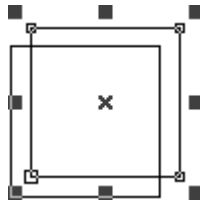

图 2-6 原图与粘贴后图形
**水平/垂直粘贴偏移：**指定了当您使用复制/粘贴功能时，新生成的对象（被粘贴的对象）相对于其原位置的偏移量。如图 2-6 所示：